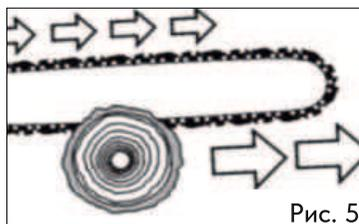

Рис. 5
- пиление сверху (тянущим ходом) (рис. 5)